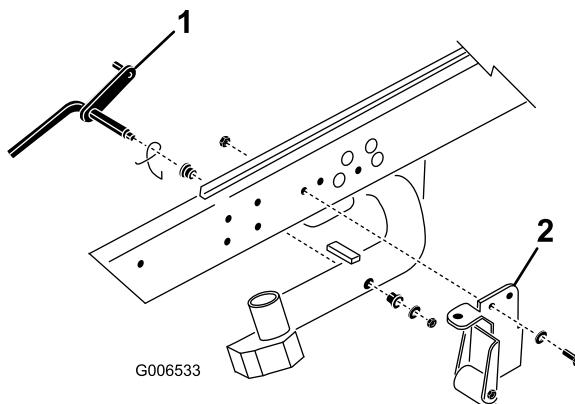

図3
1. ピボットロッドを昇降アーム番に固定しているロッカナットとワッシャを外す図3。昇降アームから、ピボットロッドとスプリングを取り外す。昇降アーム番および番にも同じ作業を行う。
注 DPA カッティング・ユニットでは、ティッパー・ブラケット・トローラ付きやティッパー・サポート・ブラケットは必要ありません図3。